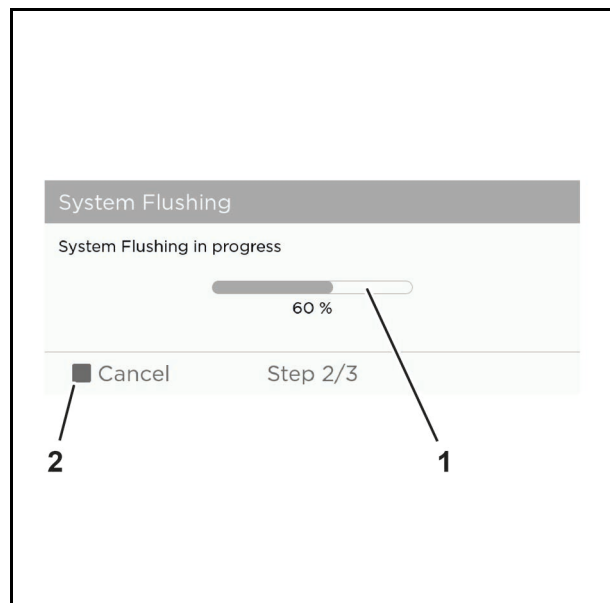

Abb. 61 Beispielgrafik
2. Verfolgen Sie den Fortschritt anhand der Fortschrittsanzeige (Abb. 61/1) oder tippen Sie auf die Schaltfläche "Cancel" (Abb. 61/2), um die Systemspülung abzubrechen.